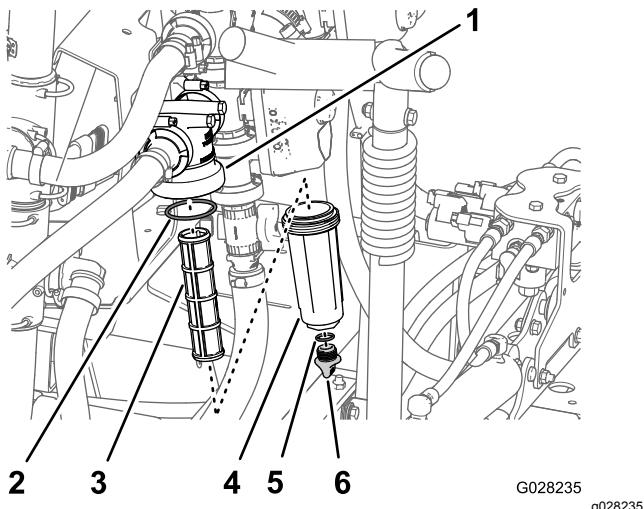

Рисунок 101
- Поместите сливной поддон под фильтр линии нагнетания (Рисунок 101).
- Поверните маслосливную пробку против часовой стрелки и снимите ее со стакана фильтра линии нагнетания (Рисунок 101).
- Поверните стакан против часовой стрелки и снимите его с головки фильтра (Рисунок 101).
- Извлеките старый элемент фильтра линии нагнетания (Рисунок 101).
- Проверьте уплотнительное кольцо сливной пробки (расположенное внутри стакана) и уплотнительное кольцо стакана (расположенное внутри головки фильтра) на повреждения и износ (Рисунок 101).
- Вставьте новый элемент фильтра линии нагнетания в головку фильтра (Рисунок 101).
- Установите стакан на головку фильтра и затяните вручную (Рисунок 101).
- Установите пробку в стакан и затяните ее от руки (Рисунок 101).